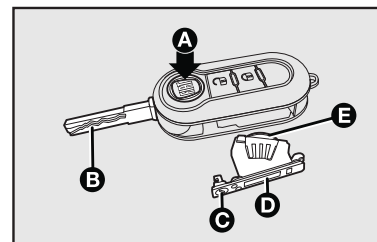

fig. 4
- apertar o botão **A-fig. 4** e colocar o encaixe metálico (**B**) na posição de abertura.